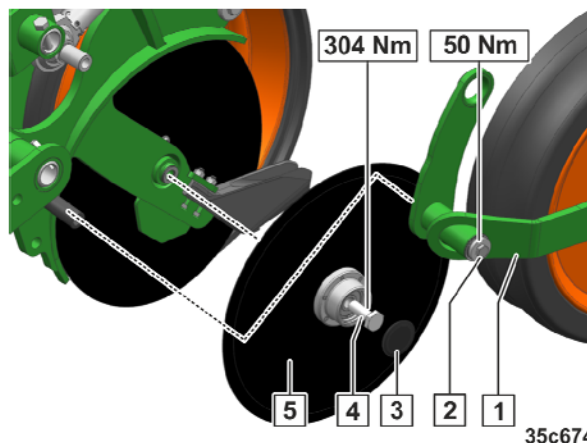

Fig. 314
1. Desserrer et retirer la vis (Fig. 314/1).
2. Démontér la roue porteuse avec son bras (Fig. 314/2).
3. Retirer les capuchons anti-poussière (Fig. 314/3).
4. Desserrer et retirer les vis centrales (Fig. 314/4).
5. Démontér le disque de coute (Fig. 314/5).